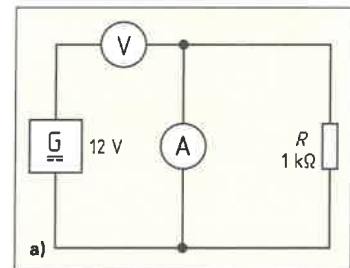

Bild 3: Fehlerhafte Messschaltung
5. a) Beschreiben Sie das Verhalten der fehlerhaften Messschaltung (**Bild 3**).